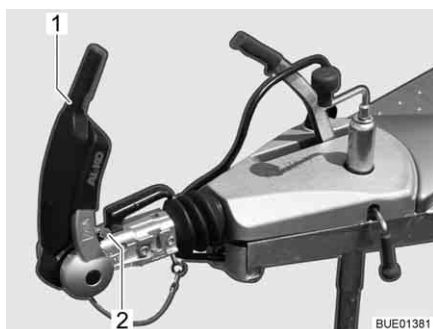

Bild 210 Indikering friktionsbelägg fram och bak
- Öppna stabiliseringshandtaget (Bild 210,1).
Kontrollen sker med hjälp av indikeringen framför kopplingshandtaget (Bild 210,2).